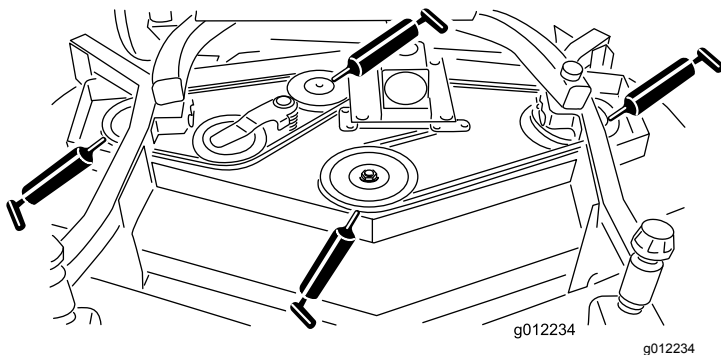

Figura 17
- Cuscinetti (3) dell'asse del mandrino (situati sotto la puleggia) (Figura 17)
- Cuscinetti dell'asse della leva di rinvio (Figura 17)